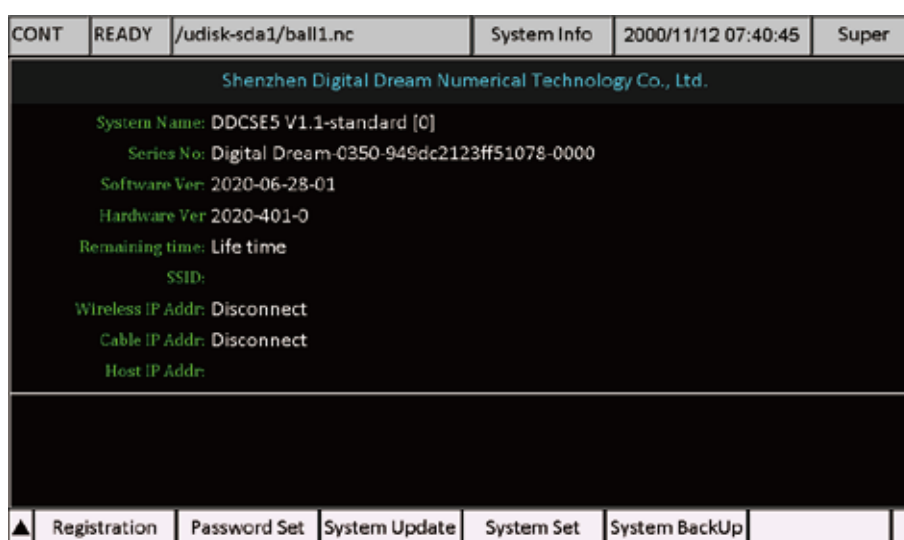

Figure 8-37 Страница “Информация о системе”
- 1) Вернитесь на главную страницу и нажмите клавишу F6 для получения информации о системе, как показано на рис. 8-37;